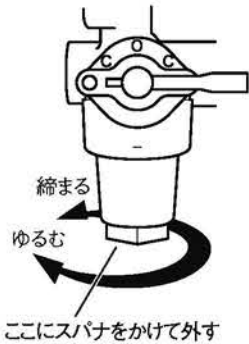

図 4-11 燃料コシ器（カップ）
2. 燃料コシ器下部の四角部を工具（10 mm）でゆるめて、燃料コシ器のカップを外します。（図 4-11）